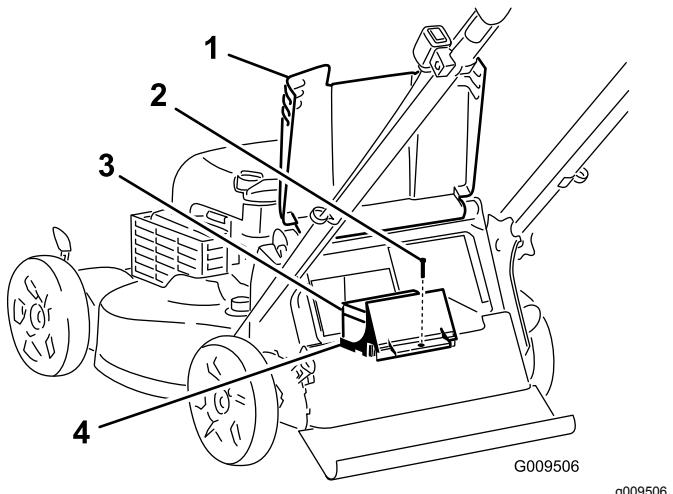

Figura 36
1. Sollevate il deflettore posteriore e individuate il vano batteria (Figura 36).